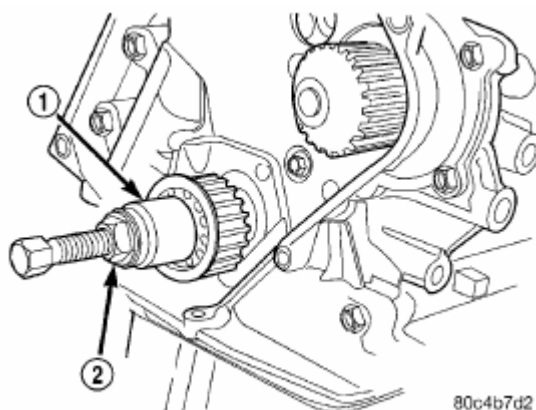

Рис. 96. Звездочка коленчатого вала – установка.
- (7) Установить звездочку коленчатого вала при помощи спец.приспособления 6792 (Рис. 96).
- (8) Установить приемный патрубок масляного насоса.
- (9) Установить масляный поддон
- (10) Установить заднюю крышку ремня привода ГРМ
- (11) Установить ремень привода ГРМ.